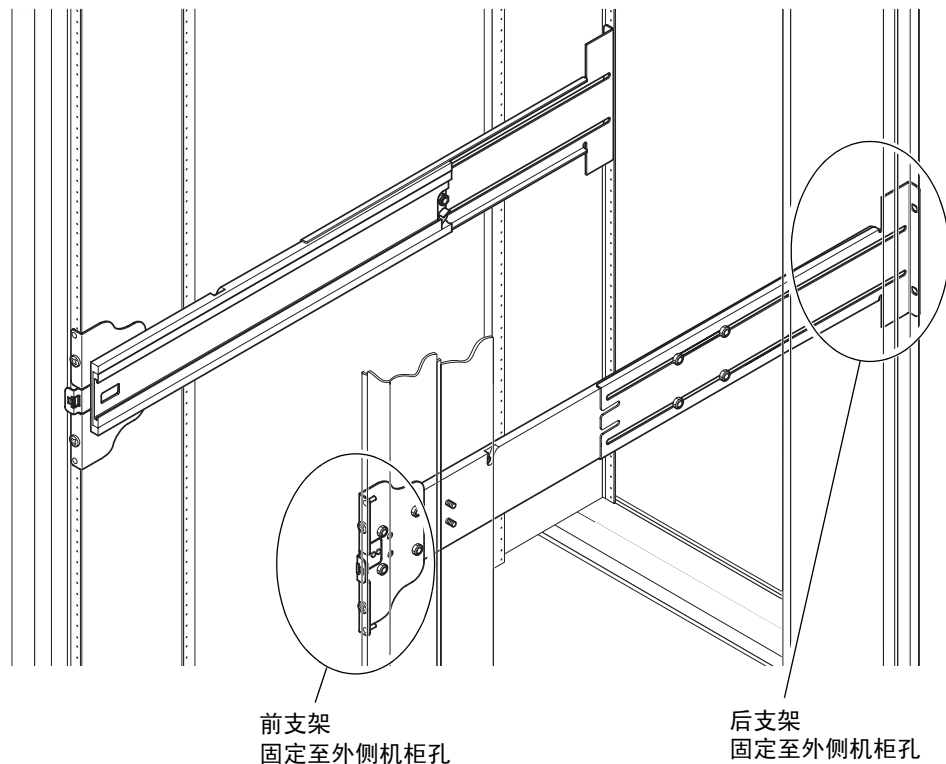

图 1-5 在 Sun Rack 900 机柜或 19 英寸四柱机柜中安装导轨
1. 将前支架上的销钉插入机柜孔 22 和 33（图 1-5）。
1. 将前支架上的销钉插入机柜孔 58 和 69（图 1-5）。
3. 使用两颗 10-32 UNF 型螺丝固定后支架（图 1-5）。
4. 使用两颗 10-32 UNF 型螺丝固定前支架（图 1-5）。